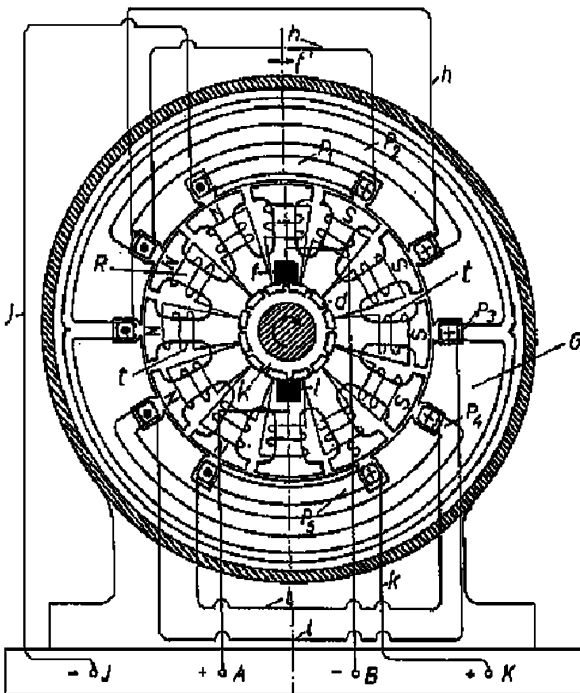

рис. 3
**Мотор постоянного тока с прорезанным сердечником статора** описан в международном патенте РСТ99/31787 (1999 г.). На **рис.3** показано, что и ротор R, и статор G имеют прорезы, в которых расположены обмотки. Обмотки в прорезах статора обозначены p1, p2-p5 и соединены с линейными проводниками (j, h, l, A). Обмотки ротора через щетки выведены на выводы В и К. Имеется сложная схема включения всех этих обмоток в цепь постоянного тока (не приведена). Такая система расположения и включения обмоток позволяет решить несколько задач: снизить пусковой ток, упростить конструкцию за счет исключения компенсирующих катушек, а следовательно, снизить стоимость, улучшить механические характеристики мотора.